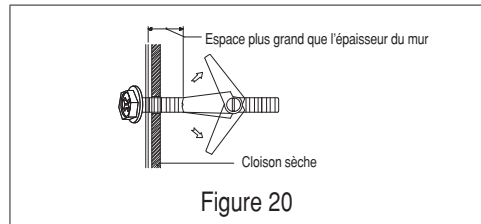

Figure 20
- Mettez en place la plaque de montage sur le mur et insérez les boulons à ailettes assemblés dans les trous percés dans le mur ou commencez à visser les vis tire-fond dans le(s) montant(s) du mur. Voir la Figure 20.